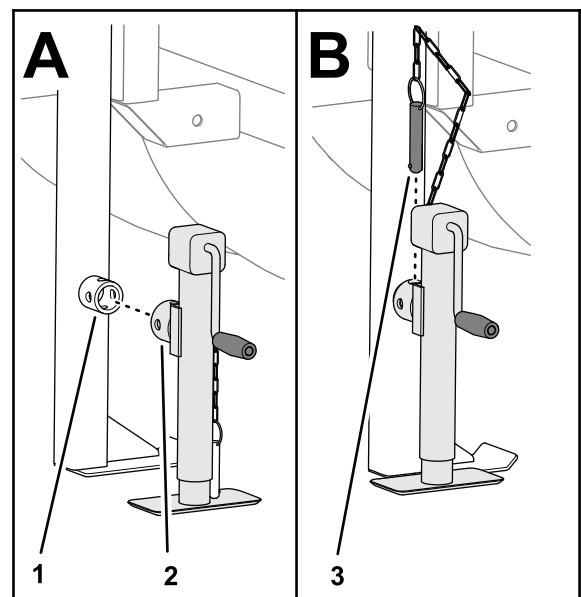

Bild 24
2. Montieren Sie die Stützstange senkrecht auf dem hinteren Achsständer und sichern Sie die Stützstange mit dem Stift(Bild 24).